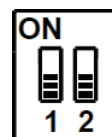

Figure 3 : Interrupteur de fin de ligne désactivé
- Position OFF (position par défaut, Figure 3) : l'interrupteur de fin de ligne est désactivé.